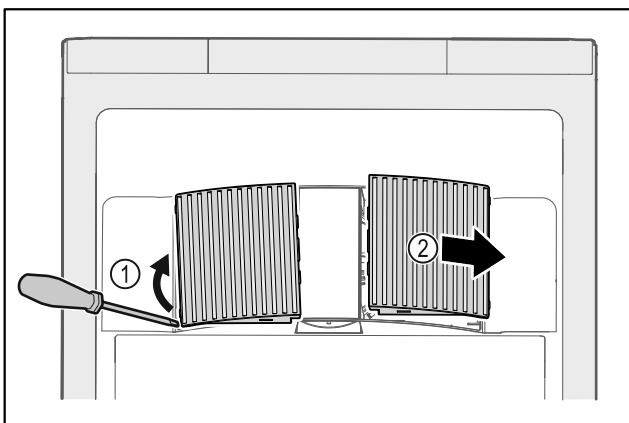

Fig. 228
- ▶ Внимателно повдигнете капаците на вентилаторите от страни Fig. 228 (1) и ги свалете напред Fig. 228 (2).